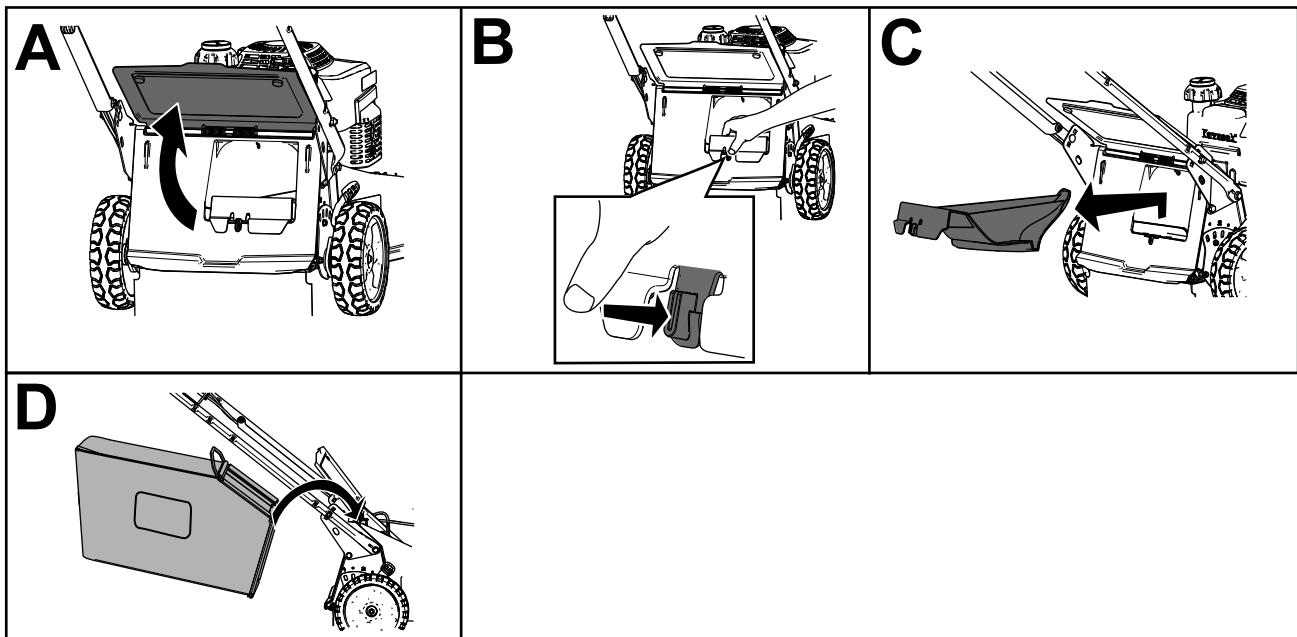

Figure 19
2. Soulevez le déflecteur arrière et maintenez-le dans cette position (A de Figure 19).
3. Retirez l'obturateur d'éjection arrière en appuyant sur le verrou avec le pouce et en tirant l'obturateur hors de la machine (B et C de Figure 19).
4. Placez les extrémités de la tige du bac dans les crans à la base du guidon et basculez le bac d'avant en arrière pour vous assurer que les extrémités de la tige sont bien engagées au fond des deux crans (D de Figure 19).